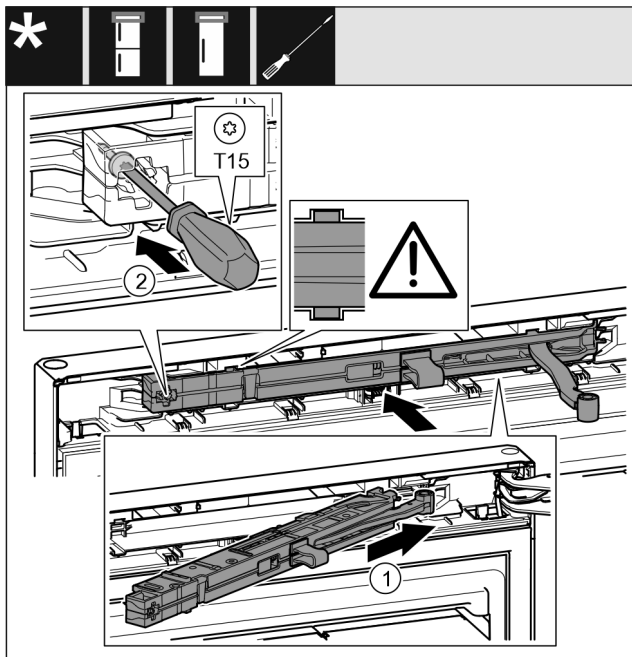

Fig. 44
- ▶ Gurnite jedinicu prigušivača zatvaranja *Fig. 44 (1)* na strani podloška ležaja do graničnika koso u izrez.
- ▶ Odvijačem pritegnite vijak *Fig. 44 (2)*.